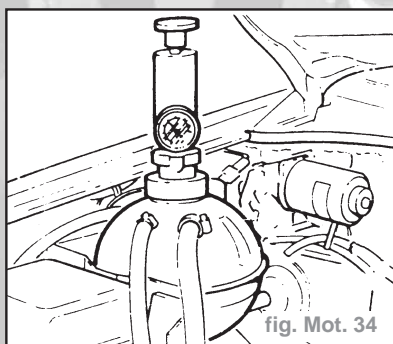

fig. Mot. 34
- Brancher à la tubulure de remplissage un appareil de contrôle de radiateur à la place du bouchon à desserrage rapide et la placer avec l'outil KM-471 sur le vase d'expansion à la place du bouchon fileté (fig. Mot. 34).